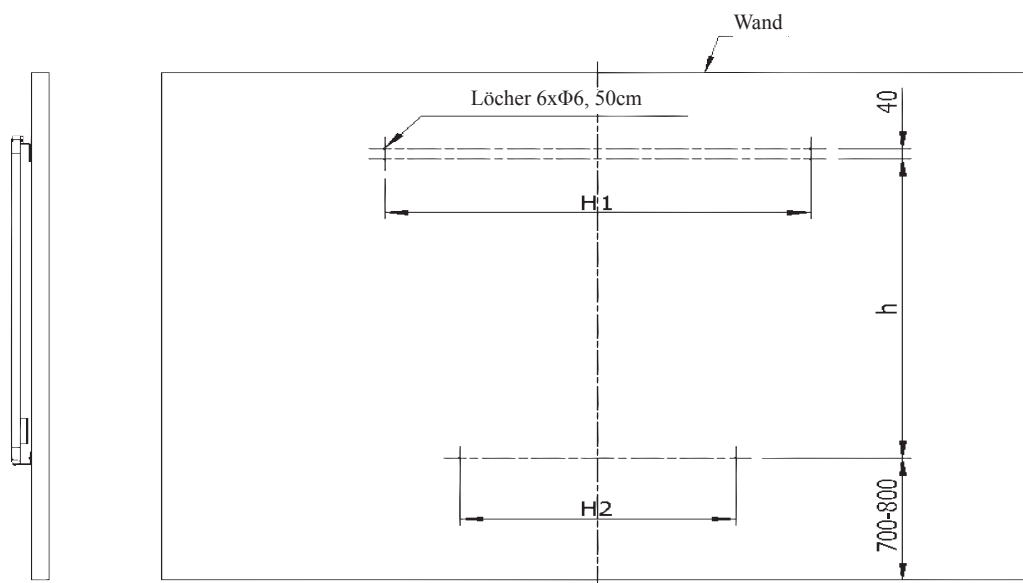

Bild 3. Abstand der Löcher in der Wand
3. Bohren Sie Löcher in der Wand, mit einem Bohrer, wie im Bild 3 gezeigt, und zwar: 4 Löcher für die beiden Haken (Element 1) und 2 Löcher für zwei Wandhaken (Element 3). Vor dem Bohren von Löchern in der Wand, messen und bestätigen Sie die folgenden Distanzen: